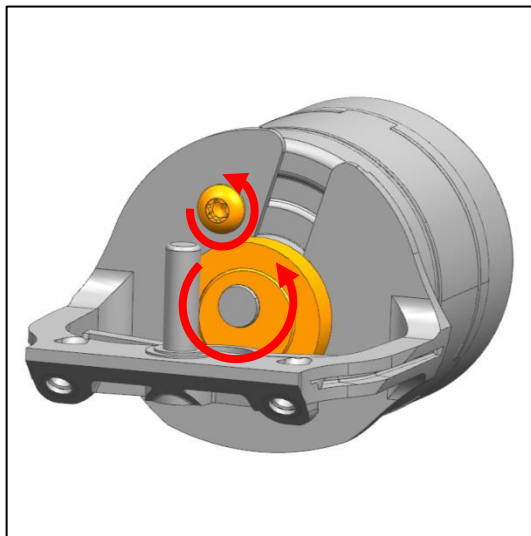

Abb. 16
- b) Drehen Sie den Exzenter, sodass Sie die Schraube gut zu erreichen ist und lösen Sie die Schraube (Abb. 16).